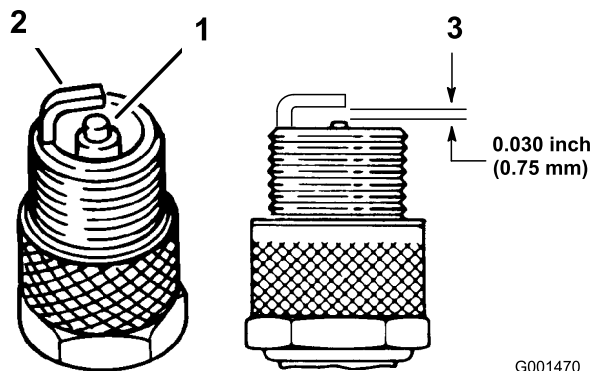

図 30
3. 電極（側面と中央）と碍子の状態を点検する(図 30)。
4. エア・ギャップを 0.762 mm に調整する(図 30)。点火プラグをエンジンに取りつけて、14 ft-lb. (20 Nm=2.0 kg.m) にトルク締めする。
4. エア・ギャップを 0.762 mm に調整する(図 30)。